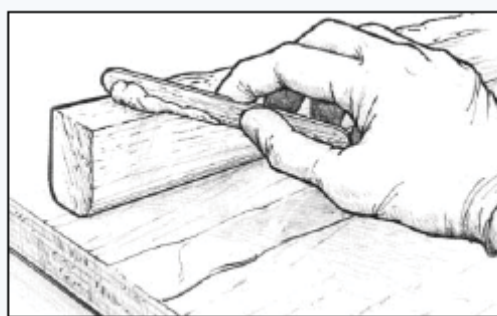

Рис. 10. Нанесите загущенный Эпоксидная смола на одну из склеиваемых поверхностей.
2. Модифицируйте смесь смолы с отвердителем, добавляя соответствующий наполнитель, пока смола не станет достаточно густой, чтобы заполнить все пустоты между склеиваемыми поверхностями и предотвратить образование обеднённых швов. Нанесите равномерный слой эпоксидной смолы на **одну** из склеиваемых поверхностей, так, чтобы при сжатии деталей из шва выдавливалось небольшое количество материала (Рис. 10).